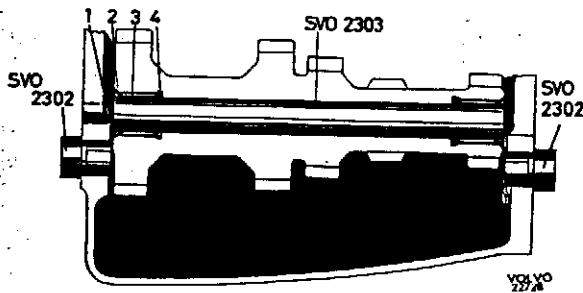

Abb. 36 Einbau des Vorgelegeräder
3. Scheiben am Gehäuse mit Fett ankleben. Diese mit den Dornen SVO 2302 hinaufführen, siehe Abb. 36. Vorgelegerad auf den Boden des Gehäuses legen.